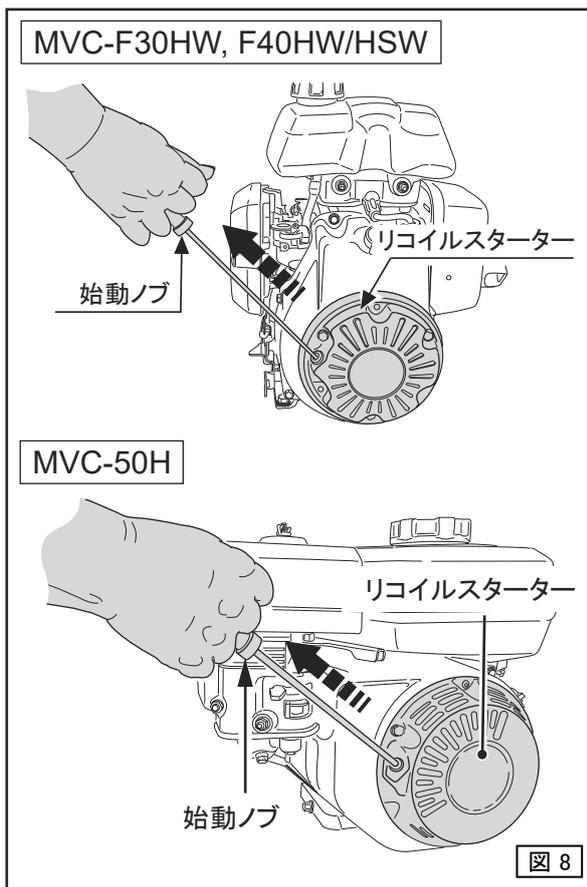

図 8
5. リコイルスターターの始動ノブを握り、少し引くと重くなる(圧縮点)があります。そこから勢い良く引張ってください。この時、ロープを引張りすぎるとロープが切れたり抜けてしまう恐れがありますから注意してください。(図8)